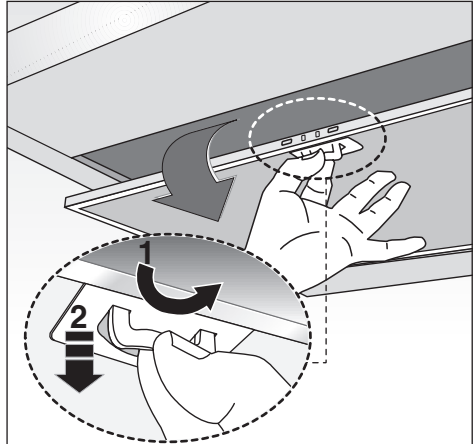

Fig.15
- Минимальная дистанция между опорной нагревающейся плоскостью и нижней частью кухонного дымохода должна быть не менее **65 см**. Если применяется соединительная труба из двух и более частей, то верхняя часть должна располагаться снаружи нижней части. Не соединять выброс из вытяжки с каналом циркуляции горячего воздуха или с каналом, используемым для отвода дыма от устройств, запыляемых иной энергией кроме электрической. Перед тем как приступить к сборке устройства, для облегчения его монтажа отсоедините фильтр/жироулавливающий фильтр (Рис.15).
- При наличии верхнего дымохода, который необходимо крепить к корпусу дымохода при помощи болтов, рекомендуется сначала удалить из дымохода абсорбционные фильтры, нажимая на соответствующие рукоятки (рис.15).